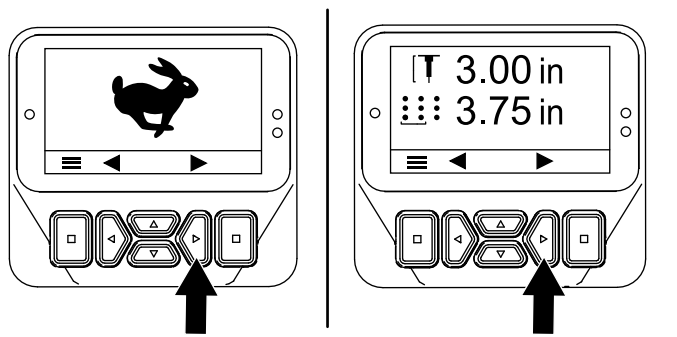
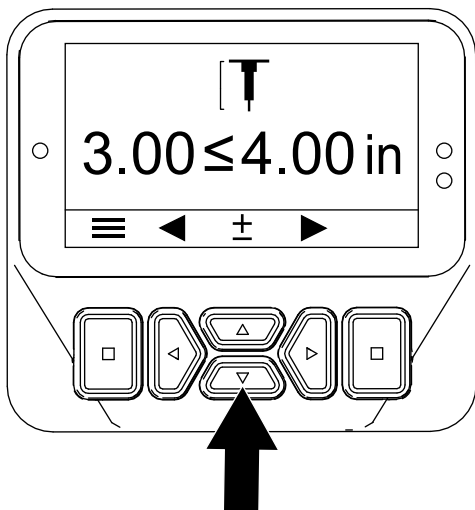

Figura 51
Figura 52
3. Pulse el botón derecho hasta que se muestre la pantalla Setting the Hole Depth (Ajuste de la profundidad de las perforaciones) (Figura 51 y Figura 52).
4. Ajuste la profundidad de los taladros con los botones arriba y abajo (Figura 52) del siguiente modo: